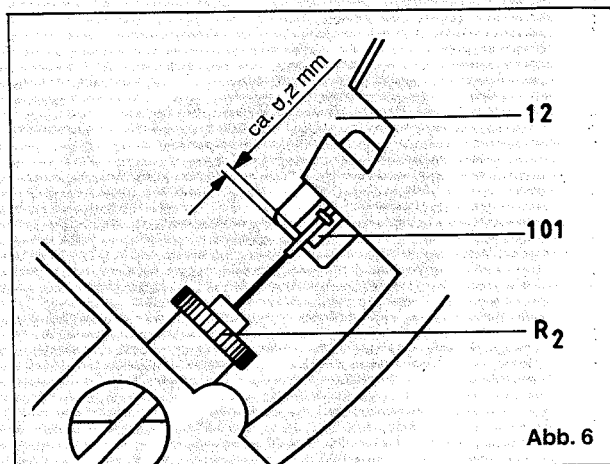

Abb. 6
14. Justage des Bowdenzugs Lift (Abb. 6)